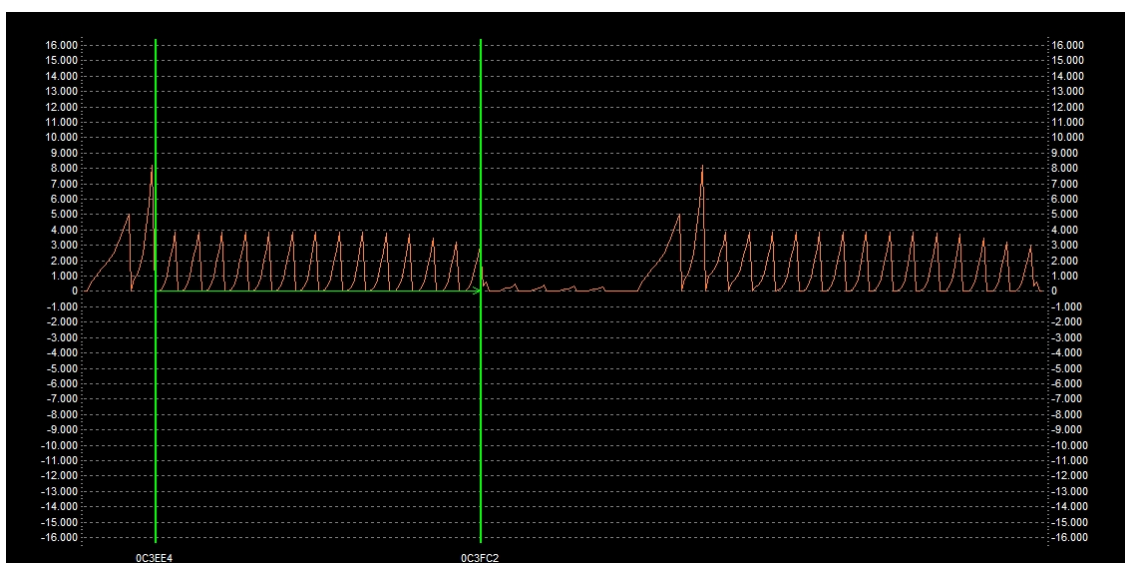

Figura 29: *Area Grafica 2D*.
2. Selezionare nell'*Area Grafica 2D* la porzione di traccia che comprende la mappa con il tasto destro del mouse. Una volta per l'inizio ed una per la fine della mappa (Figura 29).